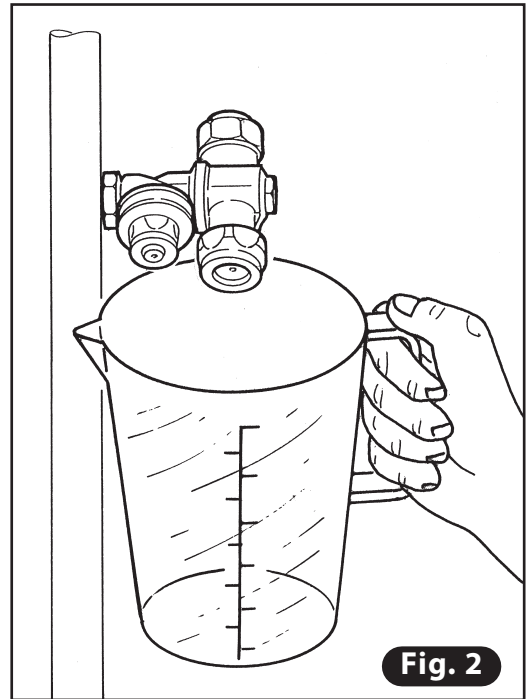

Fig. 2
- Il controllo della portata dell'ugello può essere verificato anche mediante la raccolta del liquido in un contenitore graduato (Fig. 2) e la misurazione del tempo impiegato per ottenere una quantità campione. In tal modo si controlla anche la validità delle tabelle sulle portate degli ugelli e se le prestazioni si sono mantenute costanti nel tempo.
- The nozzle flow rate can also be checked by collecting the liquid in a graduated container (Fig. 2) and measuring the time necessary to obtain a sample amount. This way you can also check the validity of the nozzle flow rate tables and whether the performances have been maintained over time.